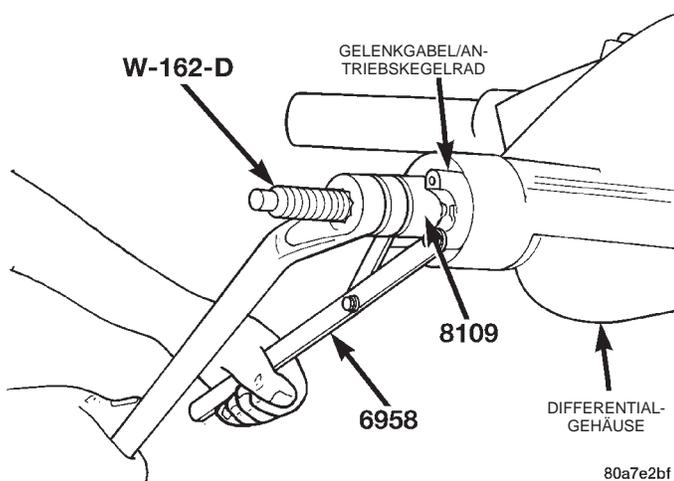

Abb. 15 Gelenkgabel montieren
- (5) Gelenkgabel mit Einbauwerkzeug W-162-D, Treiber 8109 und Haltegriff 6958 auf der Welle montieren (Abb. 15).
- (6) Wenn die Originallager des Ritzels wieder verwendet werden, Ausgleichkorb und Achswellen einbauen (wenn sie ausgebaut waren).